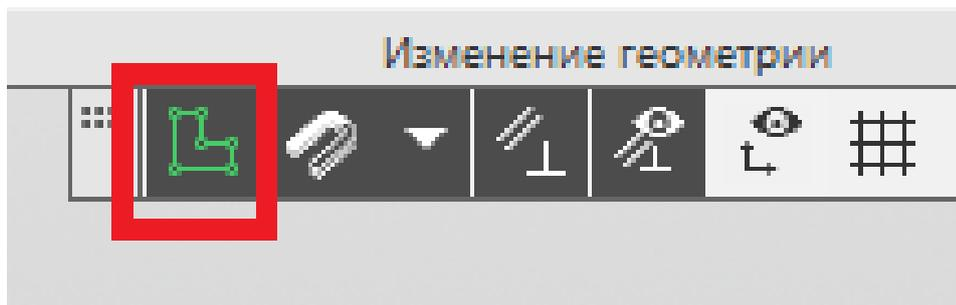

Рис. 91
19. Завершаем построение эскиза нажатием на пиктограмму «Создать эскиз» (рис. 91).